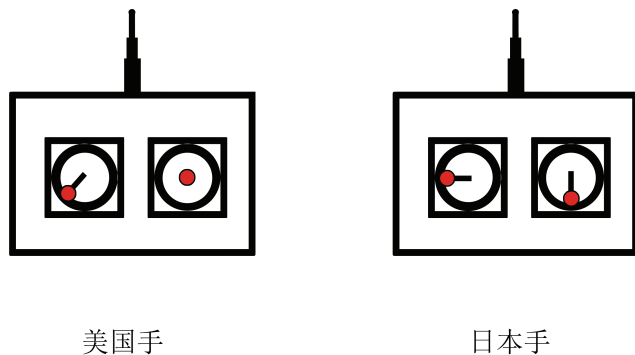

图 5.11 KK 飞行的锁定方式
(6) 飞行过程。在起飞后,不是说就没有问题了。在此时,需要使用摇杆来控制飞行器做一些简单的动作,了解飞行器接收发射机的指令后是否能够正确处理。同时,也是在训练操纵者的操纵能力。对于新手需要慢慢适应。新手在操作时,飞行器的飞行方式可能会比较不稳,不过不用担心,只需要长时间的练习就会飞得越来越好。具体的操作将在 5.2.3 节中详细描述。
(7) 降落,并锁定飞控。在飞行过程结束后,需要让飞行器平稳降落,缓慢地拉下油门,并保持飞行器平稳飞行。待飞行器开始降落时,油门停止向下拉,此时需要保持飞行器慢慢下落的趋势即可。待到飞行器接近地面时(大概距离地面 15~20cm 时),让飞行器保持当前高度 1 秒左右。然后再次缓慢让飞行器降落,并在距离地面 5cm 左右时继续拉下油门,直至飞行器着陆。随后将油门拉到最低,但注意现在不要随意接近飞行器,而是先将飞行器锁定。锁定操作如图 5.11 所示,锁定飞行器后就可以接近飞行器了(在锁定以后推动油门是不会使得飞行器电机转动的)。